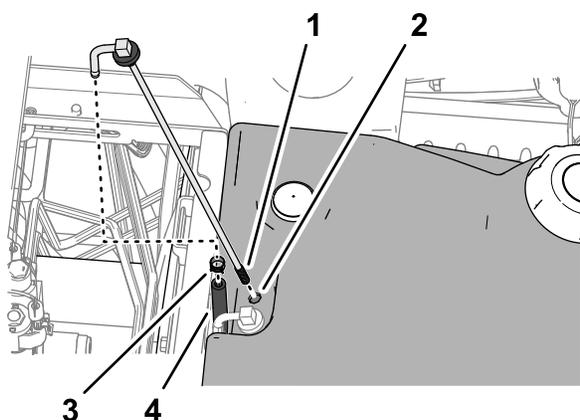

Рисунок 84
3. Снимите хомут, крепящий шланг к топливозаборной трубке (Рисунок 84).
5. Очистите сетчатый фильтр на конце топливозаборной трубки (Рисунок 84).